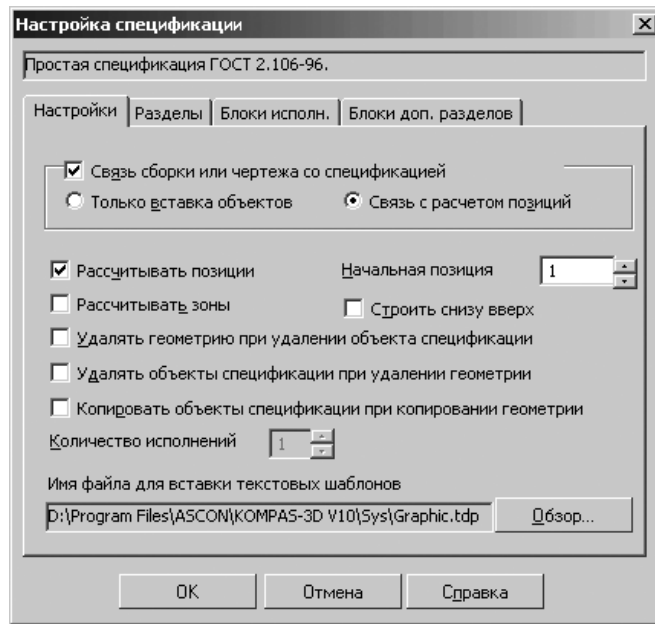

Рис. 9.60. Диалоговое окно **Настройка спецификации** с открытой вкладкой **Настройки**
- щелкните в выпадающем меню по пункту **Настройка спецификации**. Появится диалоговое окно **Настройка спецификации** с несколькими вкладками (рис. 9.60);
- щелкните в диалоговом окне **Настройка интерфейса** по вкладке **Настройки**. Откроется вкладка **Настройки** (см. рис. 9.60);